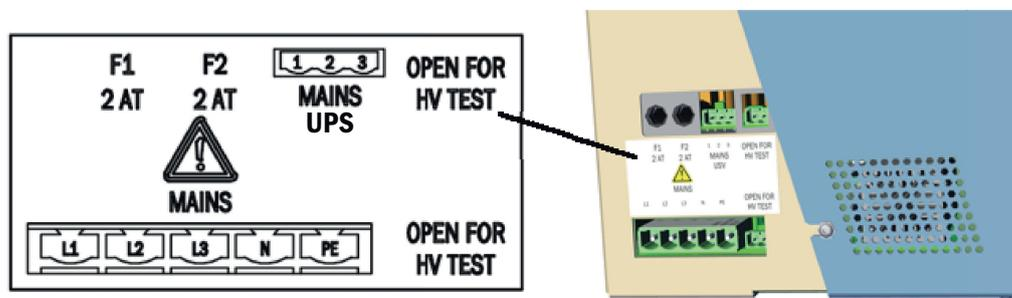

Figura 14: Conexões da alimentação de tensão
1. Remover as pontes (jumpers) descritas na figura para evitar medições erradas durante um teste de alta tensão ver figura 14, página 33 Retirar as pontas descritas.